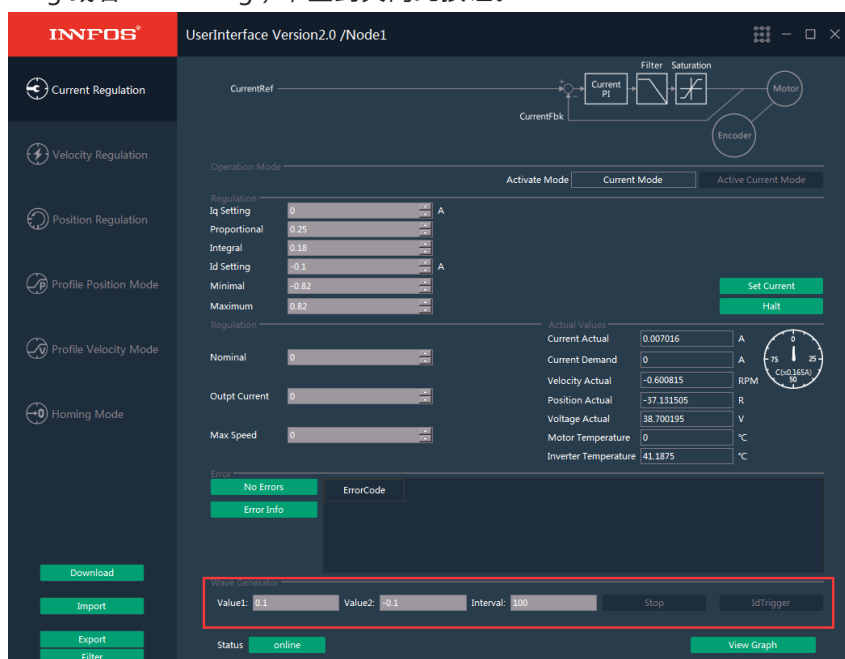

图 16
5.在方波发生器 Value1 中输入电流值 1 (图 16 的 1 处), 在 Value2 中输入电流值 2 (图 16 的 2 处), 在 Interval 内输入时间 (单位: ms) (图 16 的 3 处), 点击 “IqTrigger” 按钮, 可设置轴方向为 q 轴还是 d 轴 (图 16 的 4 处), 选择点击 “Start” 键 (图 16 的 5 处), 方波发生器会按设定的时间 (Interval 值), 连续生效 Value1 和 Value2 到指定的位置 (Iq Setting 或者 Id Setting), 直到关闭此按钮。